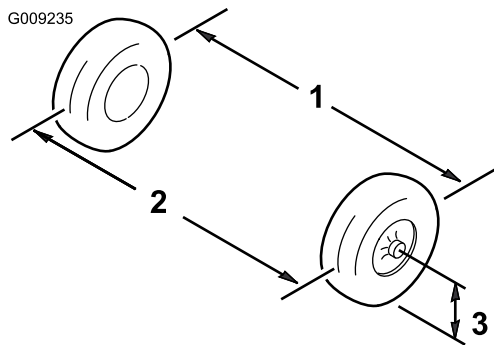

Figura 114
- Mida la distancia entre los neumáticos delanteros a la altura del eje, en la parte delantera y trasera de las ruedas (Figura 114).